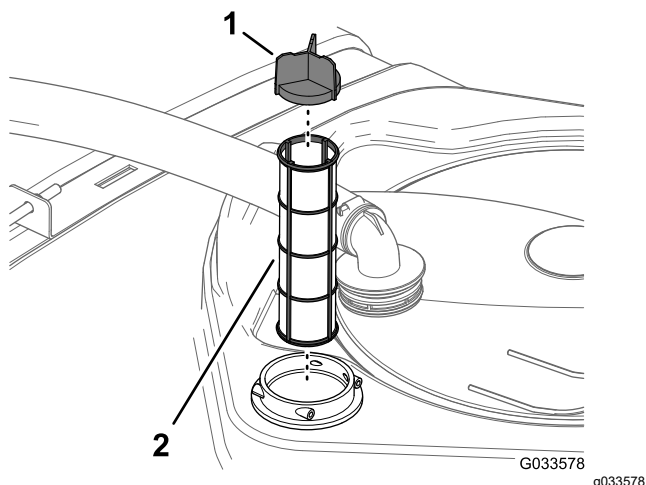

Bild 110
4. Entfernen Sie den alten Saugfilter aus dem Filtergehäuse im Behälter (Bild 110).